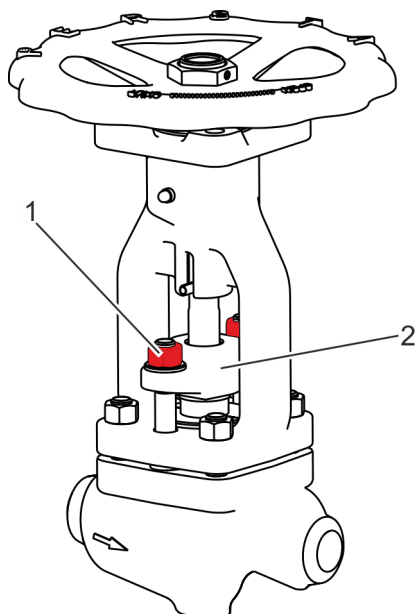

Fig. 49: Dévissage des raccords à vis sur le fouloir de presse-étoupe
- 44.** ▶ Dévisser les écrous (Fig. 49/1) sur le fouloir de presse-étoupe (Fig. 49/2) et retirer toutes les rondelles.